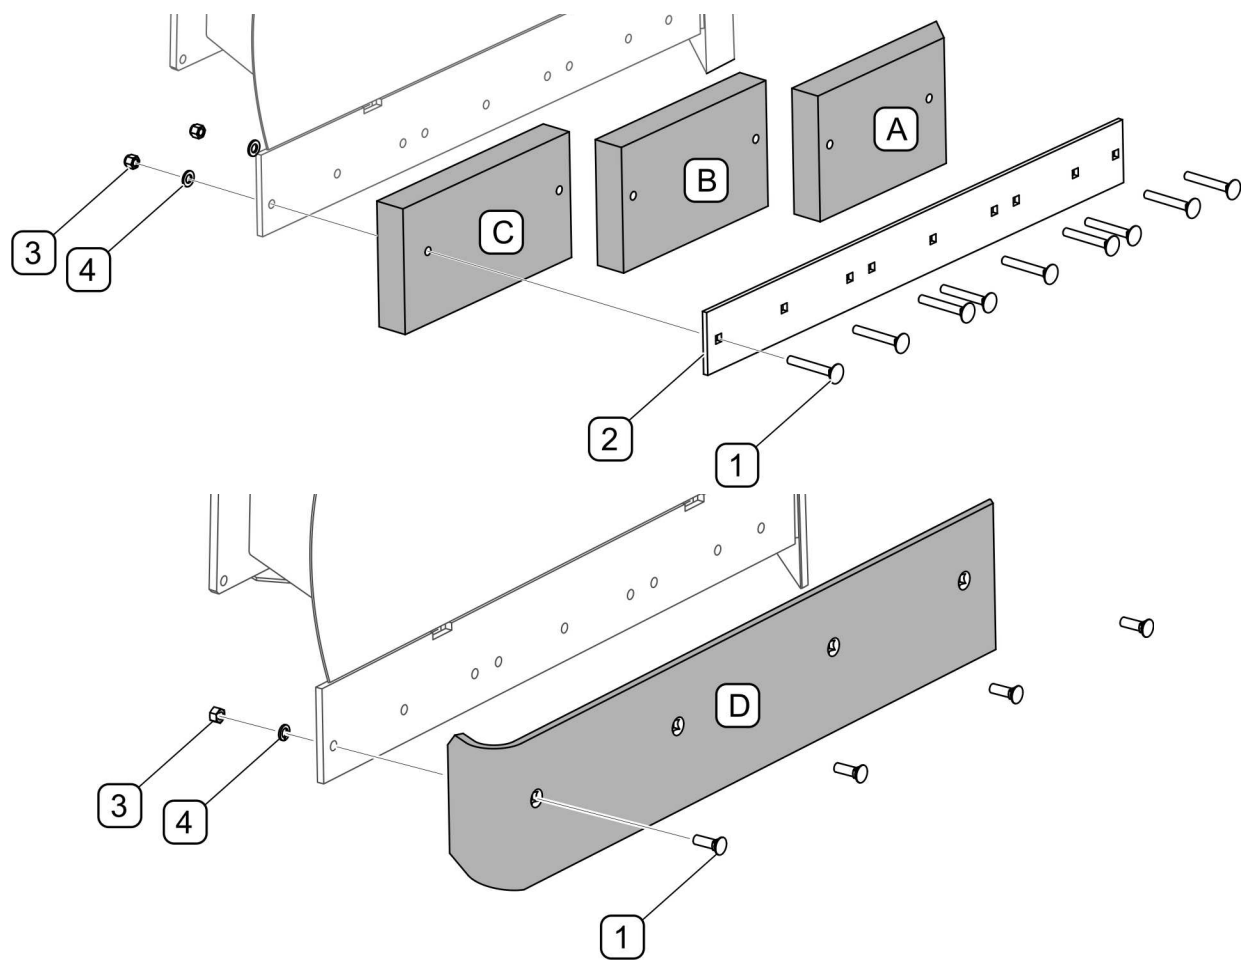

FIGURA 5.1 Reemplazo de la cuchilla raspadora
El raspador de goma consta de tres segmentos (A, B, C) (FIGURA 5.1). Para quitar los segmentos de la tira, desenrosque las tuercas (3), retire los tornillos (1) y retire la tira de presión (2). Reemplace los segmentos de la tira y vuelva a ensamblar en orden inverso.